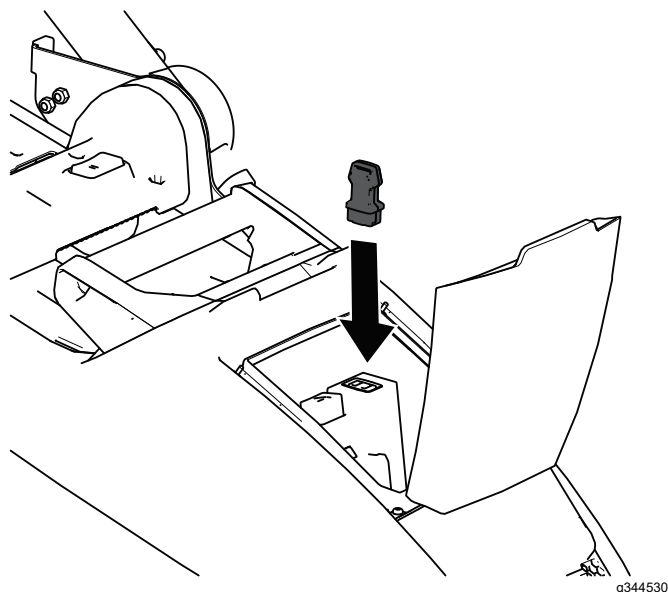

Figura 10
2. Instalați cheia de siguranță la maină (Figura 10).
1. Eliberai bara de comandă pentru lamă (Figura 10).
2. Îndepărtați cheia de sigurană din maină (Figura 10).